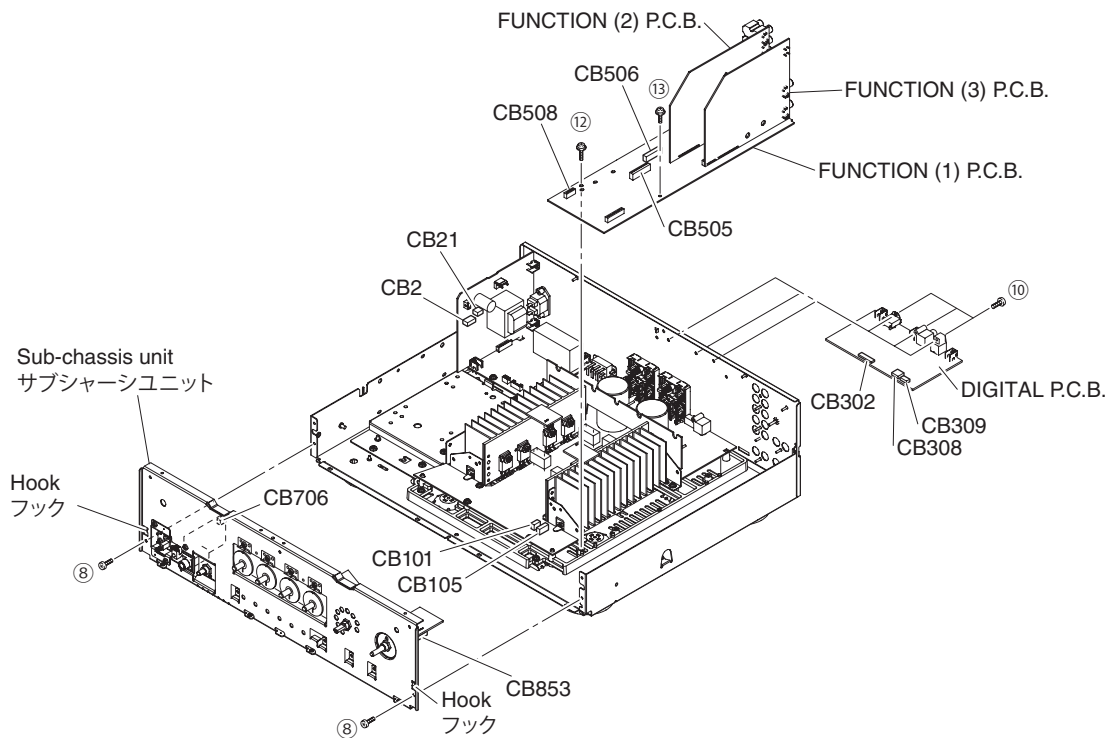

Fig. 2
- Remove 2 screws (⑧). (Fig. 2)
- Remove CB505, CB508, CB706 and CB853. (Fig. 2)
- Release 2 hooks and then remove the sub-chassis unit. (Fig. 2)
- Remove 3 screws (⑩). (Fig. 2)
- Remove CB21, CB302, CB308 and CB309 and then remove the DIGITAL P.C.B. (Fig. 2)
- Remove screw (⑫) and screw (⑬). (Fig. 2)
- Remove CB2, CB101, CB105 and CB404 and then remove the FUNCTION (1)~(3) P.C.B. (Fig. 2)
- ⑧のネジ2本を外します。(Fig. 2)
- CB505、CB508、CB706、CB853を外します。(Fig. 2)
- フック2箇所を外し、サブシャーシユニットを取り外します。(Fig. 2)
- ⑩のネジ3本を外します。(Fig. 2)
- CB21、CB302、CB308、CB309を外し、DIGITAL P.C.B.を外します。(Fig. 2)
5. FUNCTION (1) ~ (3) P.C.B. の外し方
- ⑫のネジ1本、⑬のネジ1本を外します。(Fig. 2)
- CB2、CB101、CB105、CB404を外し、FUNCTION (1) ~ (3) P.C.B. を一緒に取り外します。(Fig. 2)